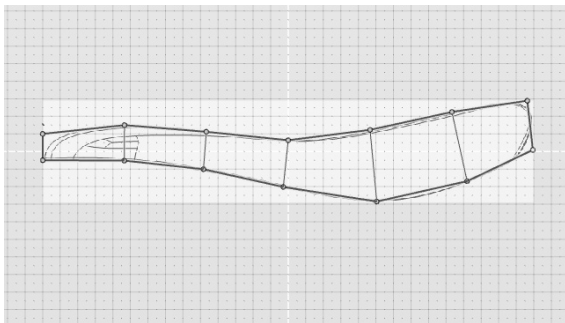

图 7-69 调整控制点以匹配背景图像
2) 切换至前视图, 并按快捷键〈A〉切换至编辑顶点状态。按照前视图中背景图像的形状对顶点进行排布, 让新挤出的顶点位置匹配车座图像的下边缘, 如图 7-69 所示。